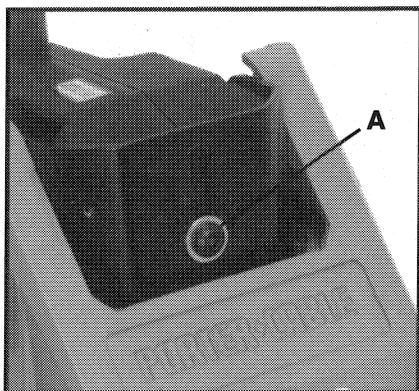

Fig. 2
1. Utilisez la clé hexagonale de $\frac{5}{32}$ " fournie avec le Coupe-Poche (Pocket Cutter®) pour desserrer le vis de montage d'au-dessus du moteur (A) Fig. 2.
2. Penchez le bloc-moteur vers le bas et desserrez la vis de montage d'en-dessus du moteur (A) Fig. 2.